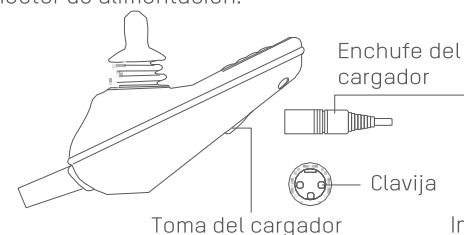

Imagen 6.9
▶ Inserte el enchufe de salida del cargador en la ranura inferior del mando de control, como se muestra en la Imagen 6.9.